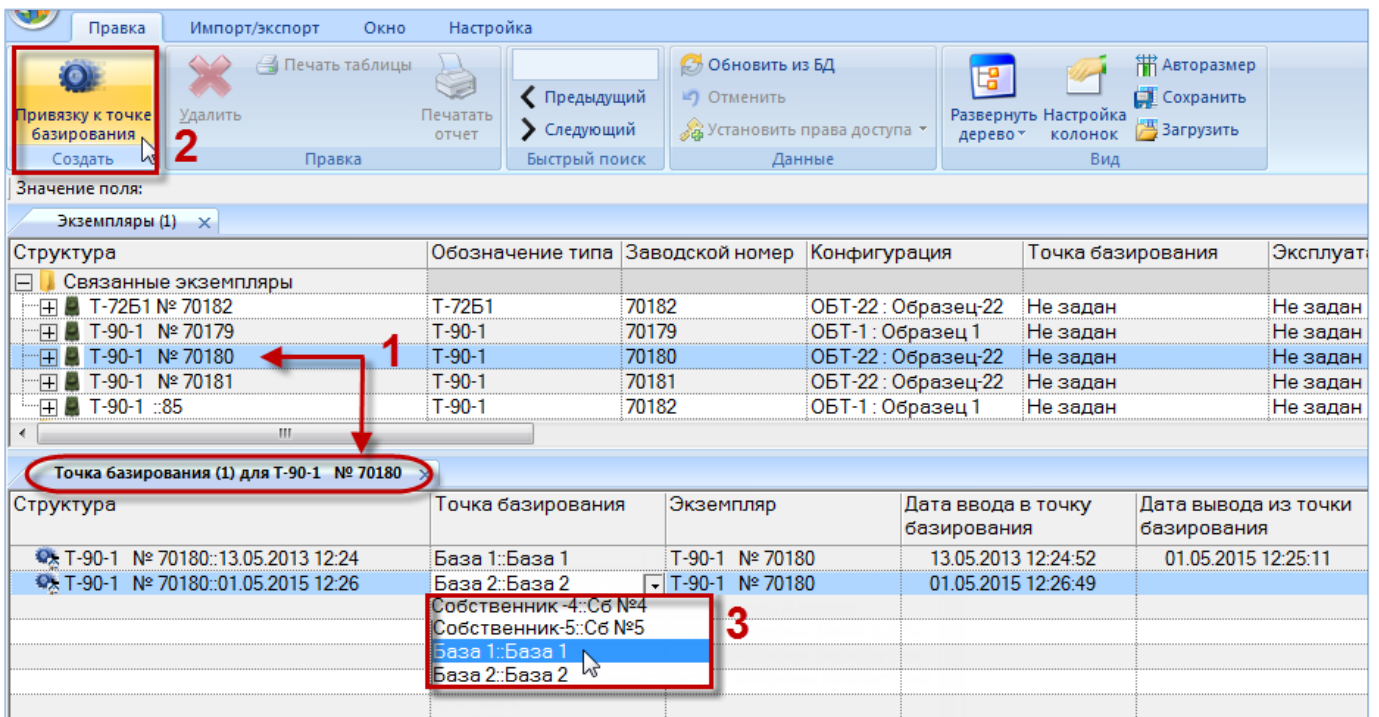

Рис. 22-37 – Создание привязки к точке базирования
4) Открывается окно связанных объектов «Точка базирования» для выбранного экземпляра ФИ (1 на рис. 22-37).
5) Перейти в окно связанных объектов «Точка базирования», нажать кнопку «Привязку к точке базирования» панели «Создать» (2 на рис. 22-37).
6) В окне связанных объектов «Точка базирования» для экземпляра ФИ создается новое движение. При этом ранее созданное актуальное движение закрывается, поле «Дата вывода из точки базирования» заполняется текущей датой (рис. 22-37).
8) Поле «Точка базирования» открывается на редактирование – в раскрывшемся списке выбрать организацию точка базирования (3 на рис. 22-37). Если точка базирования не выбрана, то создание нового движения и закрытие старого будет отменено.